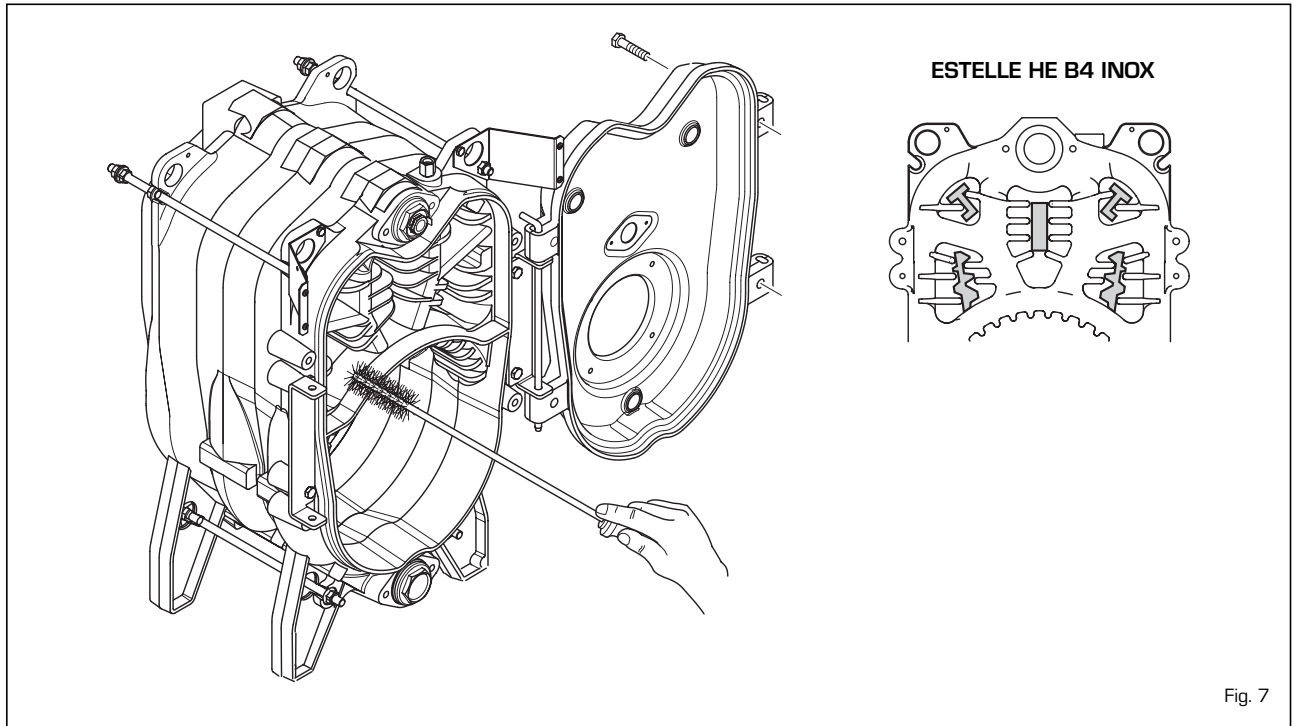

Fig. 7
3.3.1 Lado humos caldera [fig. 7]